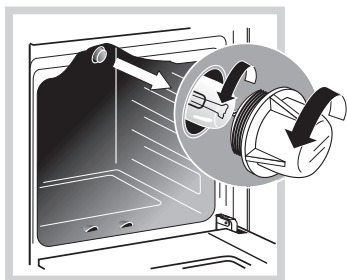

Рис. 15
- Открутите стеклянный плафон (рис. 15)